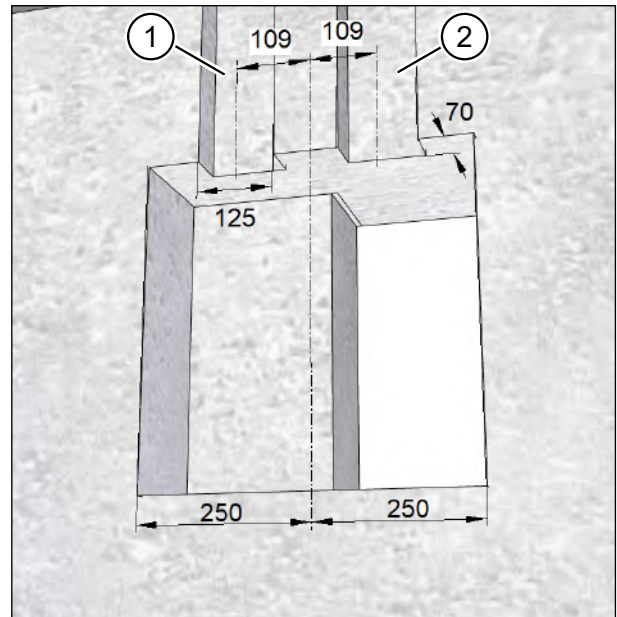
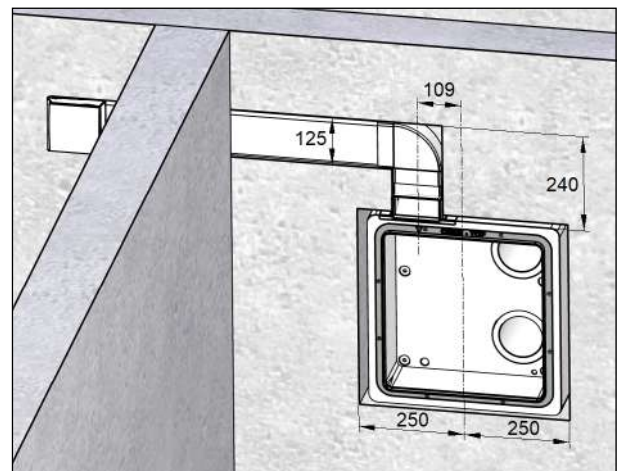
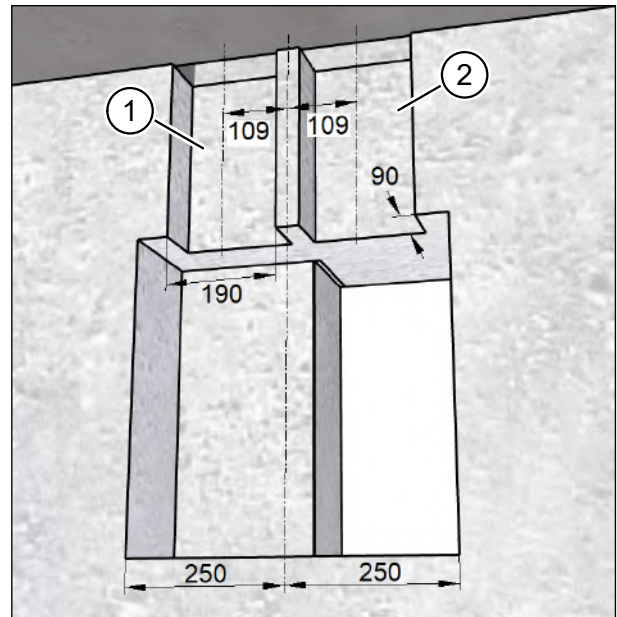
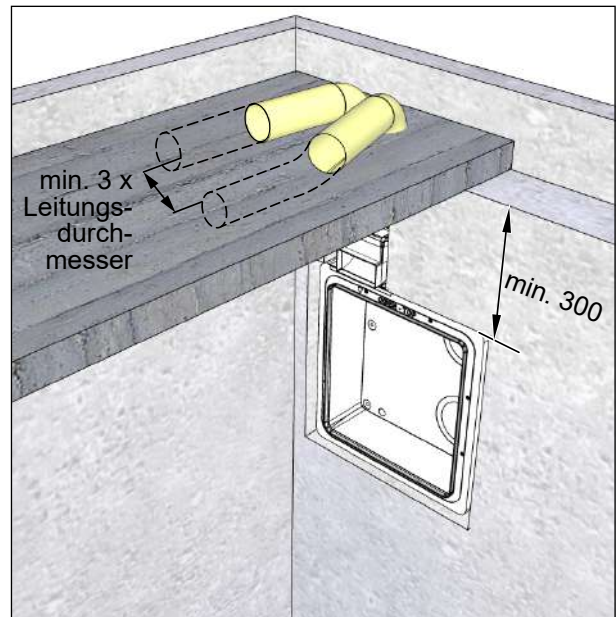

Abb. 15: Mauernuten für Flachkanalanschlüsse fräsen, Maße in Millimeter
Abb. 16: Beispiel für Flachkanalführung, Maße in Millimeter
Abb. 17: Mauernuten für Flexrohranschlüsse fräsen, Maße in Millimeter
Abb. 18: Planungsbeispiel für Flexrohrführung, Maße in Millimeter
Sie können bei diesem Montageset abluftseitig, zuluftseitig oder beidseitig ein Flachkanalsystem 110 x 54 mm oder ein Flexrohrsystem 75 mm anschließen. Im Folgenden werden verschiedene Beispielkonfigurationen gezeigt (siehe Abb. 15, Abb. 16, Abb. 17 und Abb. 18).
- ▶ Fräsen Sie mit der Mauernutfräse **eine** Nut entweder für den Abluftkanal (Pos. 1 in Abb. 17) **oder** für den Zuluftkanal (Pos. 2 in Abb. 17) mit der Breite 125 mm und der Tiefe 70 mm (siehe Abb. 17).
- ▶ Fräsen Sie mit der Mauernutfräse **zwei** Nuten für den Abluftkanal (Pos. 1 in Abb. 17) **und** für den Zuluftkanal (Pos. 2 in Abb. 17) mit der Breite 125 mm und der Tiefe 70 mm (siehe Abb. 17).
- ▶ Fräsen Sie mit der Mauernutfräse **eine** Nut entweder für das Abluftrohr (Pos. 1 in Abb. 17) **oder** für das Zuluftrohr (Pos. 2 in Abb. 17) mit der Breite 190 mm, und der Tiefe 90 mm bis zum Deckenauslass der Flexrohre (siehe Abb. 17).
- ▶ Fräsen Sie mit der Mauernutfräse **zwei** Nuten für das Abluftrohr (Pos. 1 in Abb. 17) **und** für das Zuluftrohr (Pos. 2 in Abb. 17) mit der Breite 190 mm und der Tiefe 90 mm bis zum Deckenauslass der Flexrohre (siehe Abb. 17).
In Abb. 18 finden Sie ein Planungsbeispiel für die Verlegung der Flexrohre.